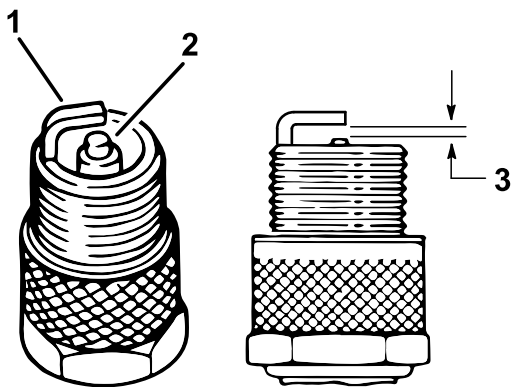

Figura 101
4. Compruebe el estado del electrodo lateral, el electrodo central y el aislamiento del electrodo central para verificar que no están dañados (Figura 101).
5. Ajuste la distancia entre los electrodos central y lateral a 1 mm (0.04"), como se muestra en la Figura 101.